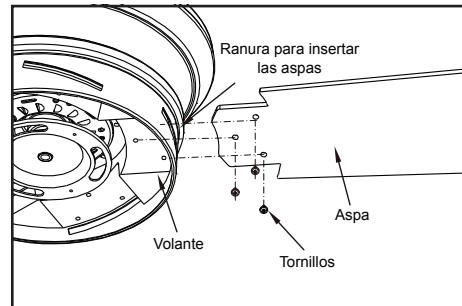

Figura 11
1. Inserta el aspa en la abertura del centro del volante, alinea los tres orificios para tornillo en el aspa con sus correspondientes en el volante, y asegura con los tornillos incluidos. (Figura 11)